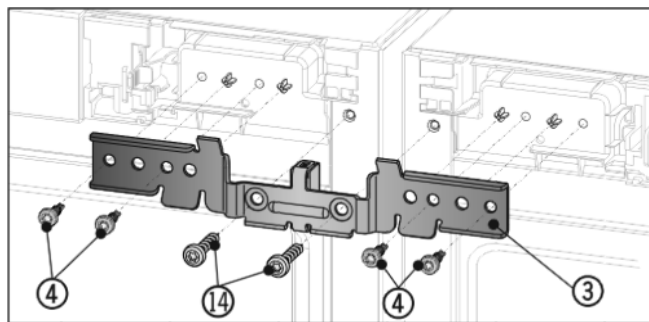

Fig. 7
- ▶ Úhelník Fig. 7 (3) zasuňte rozpěrným kusem mezi přístroje na čepy. Úhelník přišroubujte čtyřmi šrouby Fig. 7 (4) a předtím vyšroubovanými uzemňovacími šrouby Fig. 7 (14) střídavě vlevo a vpravo bez utahování.